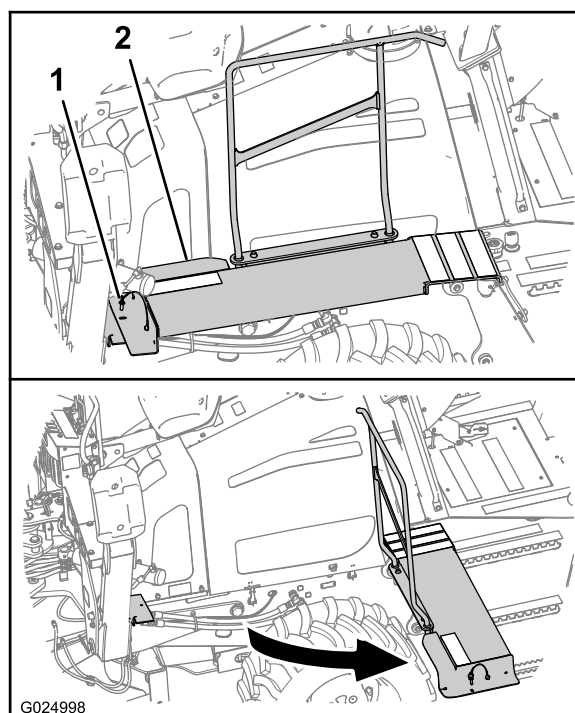

Figura 59
- A. En el lado izquierdo de la máquina, retire el pasador de sujeción del extremo delantero de la plataforma (Figura 59).
- B. Separe la plataforma de la máquina, tal como se muestra en la Figura 59.
- Gire el extremo delantero de la plataforma hasta su posición original (Figura 59).
- Alinee el taladro de la plataforma con el taladro del soporte de sujeción de la plataforma (Figura 59).